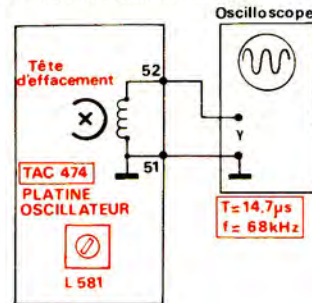

Fig. 27
3. REGLAGE DE LA FREQUENCE DE PREMAGNETISATION (Fig. 27)